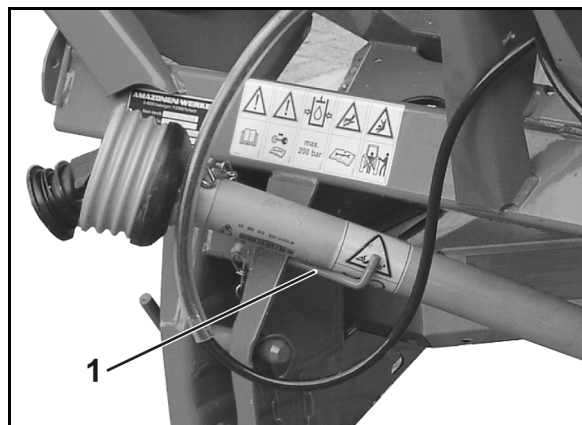

Fig. 36
5. Legg kraftoverføringsakselen i den tilhørende holderen (Fig. 36/1).